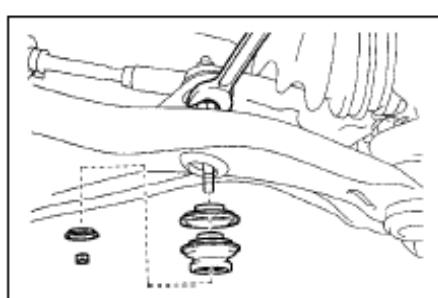

Рис. 196
- (2) Затяните гайки, установите три стопора и две прокладки (слева) удерживая болт стабилизатора от проворачивания.(рис. 196)
- (3) Проведите аналогичные действия для правой стороны.